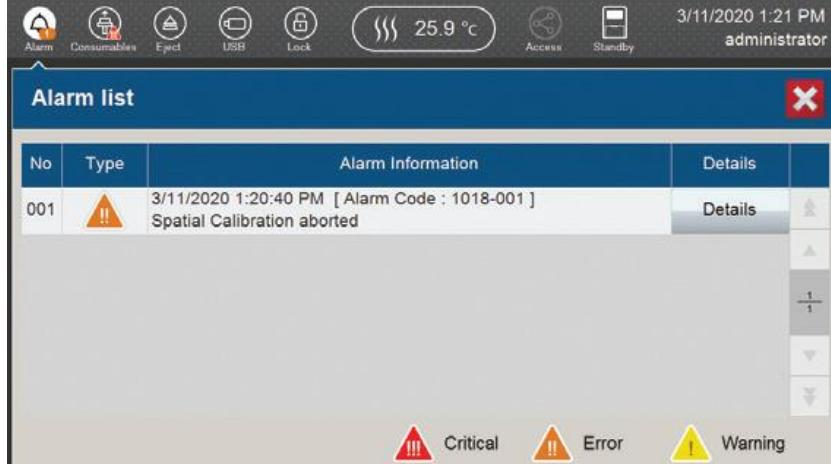

図 178 Alarm List 画面
ソフトウェアの Alarm list (図 178) には、直近（最大 200）のアラームが記録されます。
1. Main Menu 画面（図 9）のヘッダーにある Alarm を選択し、Alarm List 画面（図 178）を開きます。
2. 新しいアラームが発生すると、アラームのアイコン上に白い数字が付いたオレンジの表示が現れます。白の数字はアラーム数を表示します。アラームアイコンを選択すると、Alarm List 画面（図 178）が表示されます。新しいアラームの確認が済むと、アラームのアイコン上の表示は無くなります。